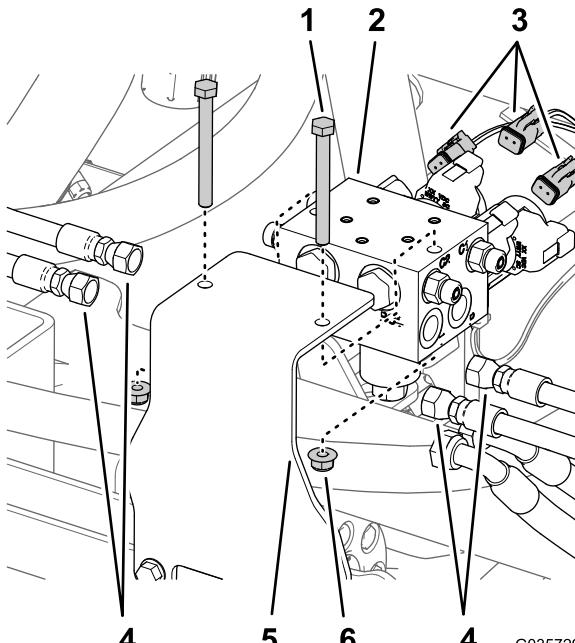

Рисунок 12
2. Промаркируйте все шланги, подсоединеные к коллектору подъемного цилиндра (отверстия C1, C2, C3 и C4), и отсоедините их от коллектора цилиндра (Рисунок 12).
3. Отсоедините разъемы заднего жгута проводов от электромагнитных клапанов коллектора подъемного цилиндра (Рисунок 12).
4. Снимите коллектор подъемного цилиндра с монтажного кронштейна, отвернув два болта с двумя контргайками (Рисунок 12).